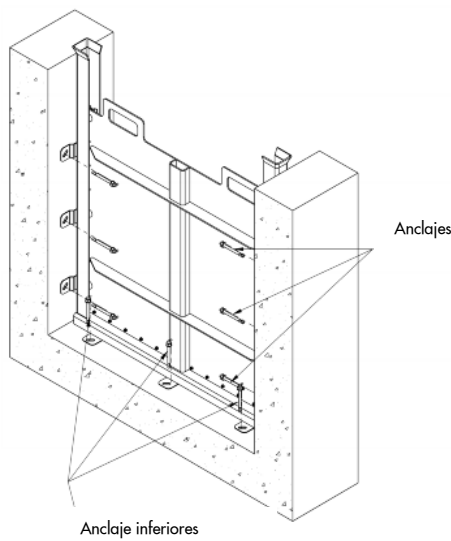

Figura 8
- Instalar los anclajes inferiores y, seguidamente, los anclajes laterales (ver Figura 8). Todas las compuertas canales de montaje mural lateral incorporan grapas de fijación lateral e inferior.